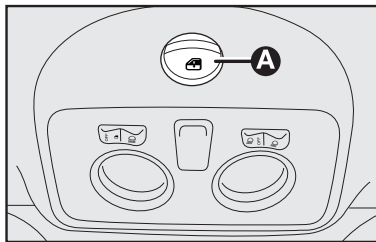

fig. 51
O funcionamento do teto solar apenas ocorre com a chave de ignição na posição **MAR**. Os comandos **A-fig. 51** próximos da luz interna dianteira comandam as funções de abertura/fechamento do teto solar.
Pressionar o interruptor **A-fig. 51** e mantê-lo pressionado, o painel de vidro do teto solar ficará na posição “spoiler”. Pressionar novamente o interruptor **A-fig. 51** e, agindo no comando por mais de meio segundo, se inicia o movimento do vidro do teto, que prossegue automaticamente até o fim de curso. O vidro do teto pode ser bloqueado numa posição intermediária agindo novamente no interruptor.
A partir da posição de abertura completa, puxar o interruptor **A-fig. 51** e, atuando no interruptor por mais de meio segundo, o vidro dianteiro do teto ficará automaticamente na posição “spoiler”. Puxar novamente o interruptor
A-fig. 51 e mantê-lo pressionado até o fechamento completo do painel. Se parar de pressionar o interruptor antes de completar o fechamento do teto, o painel de vidro do teto solar se posiciona na posição “spoiler”.
- pressionar o interruptor **A-fig. 51** na posição de fechamento;